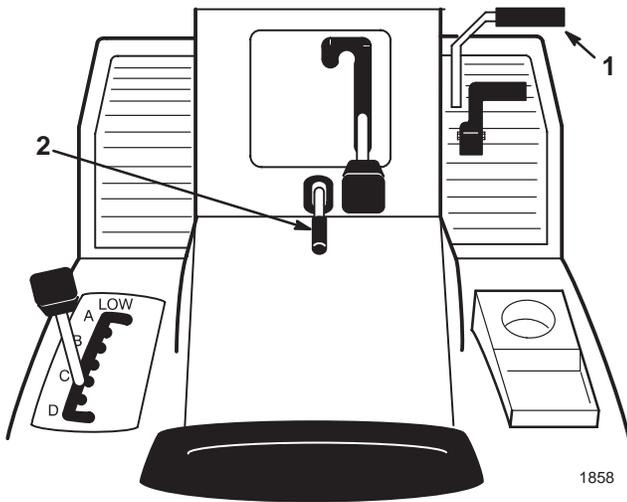

Figure 3
1. Appuyez sur la pédale de frein (Fig. 3) et maintenez-la enfoncée.
2. Relevez le levier de frein de stationnement (Fig. 3) et relâchez progressivement la pédale de frein. La pédale doit rester bloquée en position enfoncée.
1. Enfoncez la pédale de frein (Fig. 3). Le levier de frein de stationnement doit se déverrouiller.